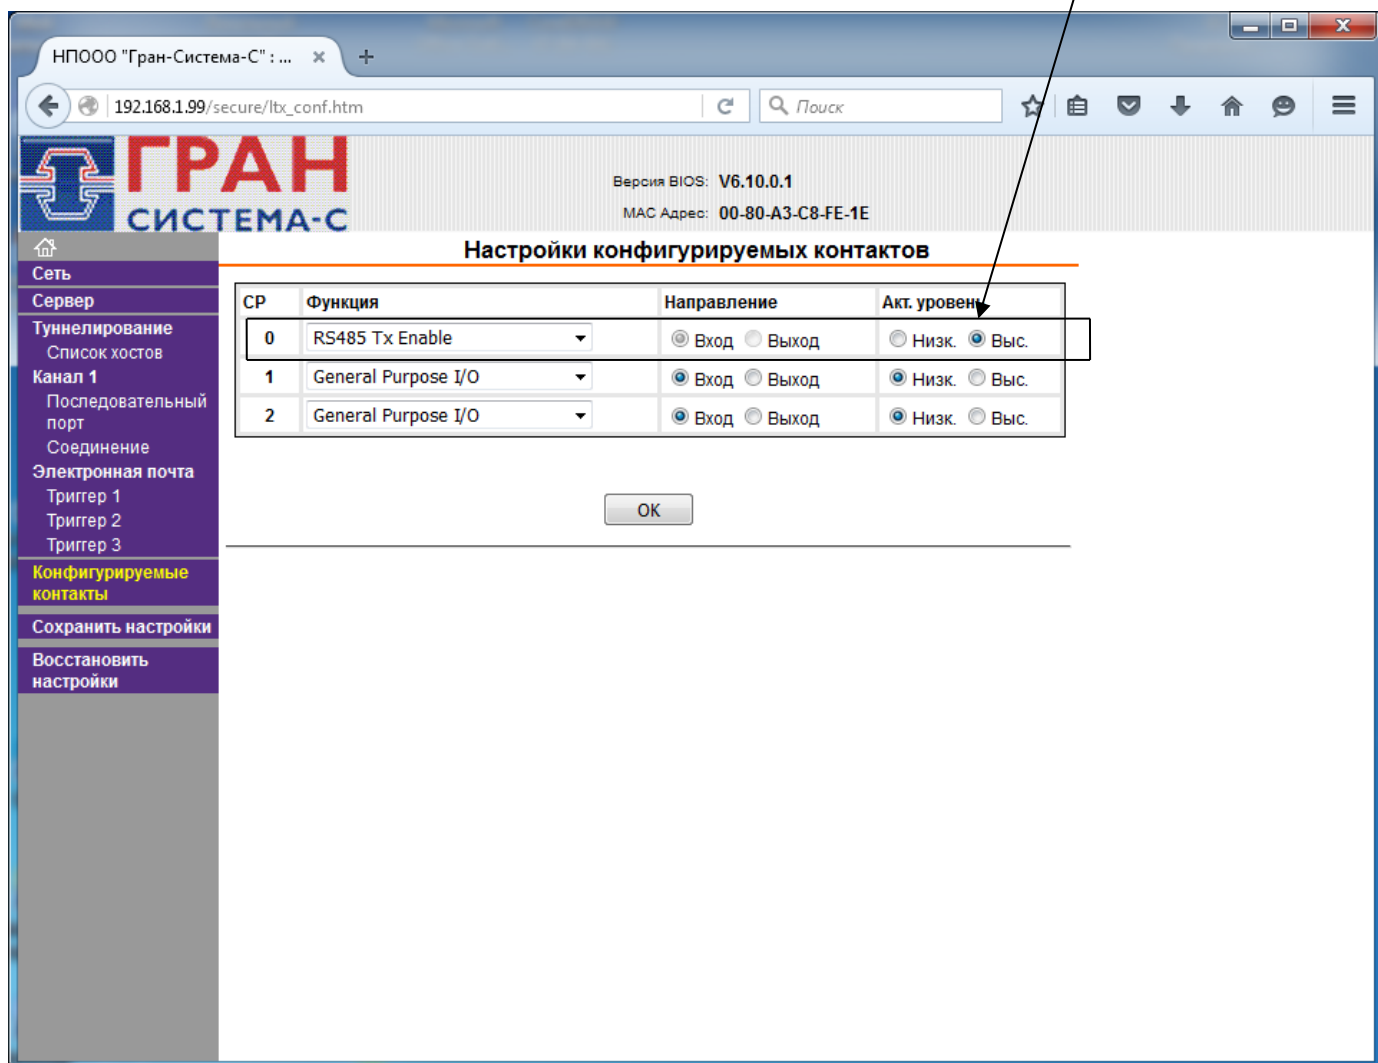

Рисунок 3.8 – Меню «Настройки конфигурируемых контактов»
- **«Конфигурируемые контакты»** – для изменения параметров контактов (рисунок 3.8).